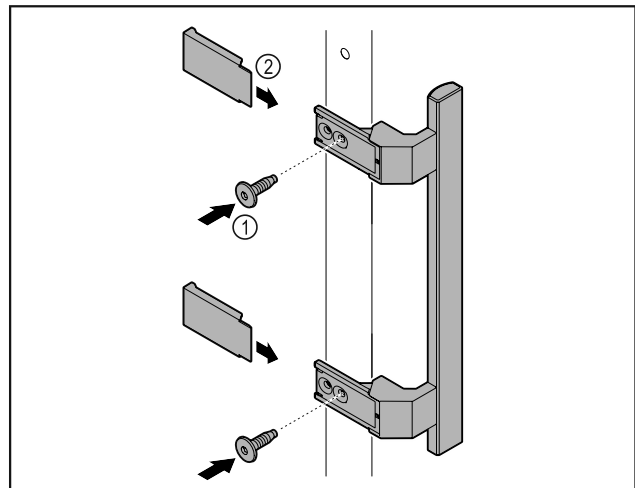

Fig. 5
► Fixer la poignée à la porte à l'aide des vis Fig. 5 (1) fournies.
► Poser les caches Fig. 5 (2).